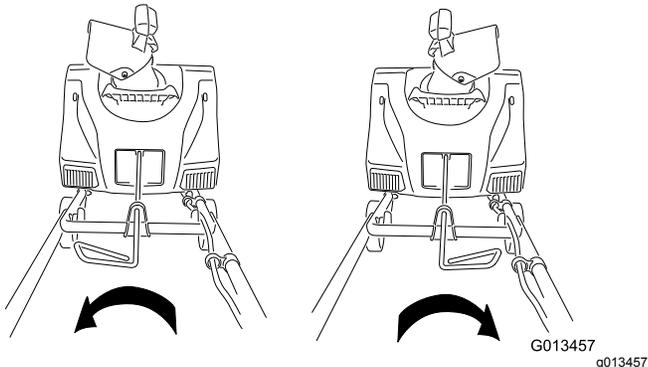

Рисунок 7
6. Переместите рукоятку штока управления желобом, чтобы убедиться в том, что он движется в том же направлении, что и желоб (Рисунок 7).
Чтобы отрегулировать желоб для выброса снега, переведите рукоятку на штоке управления желобом в том направлении, куда вы хотите направить струю снега (Рисунок 6 и Рисунок 7).